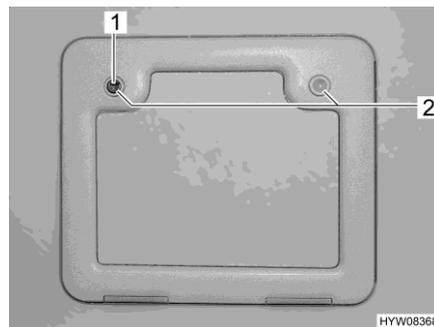

Bild 17 Außenklappe Thetford-Kassette
- Schlüssel in Schließzylinder des Druckschlösses (Bild 17,1) stecken und eine viertel Umdrehung drehen.
- Beide Druckschlösser (Bild 17,2) gleichzeitig mit dem Daumen drücken und Außenklappe öffnen.
- Schlüssel in Schließzylinder (Bild 17,1) stecken und eine viertel Umdrehung drehen.